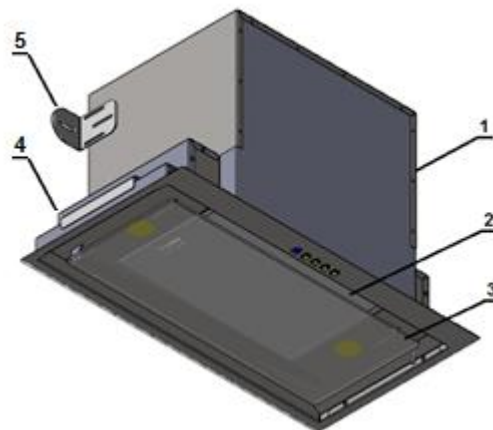
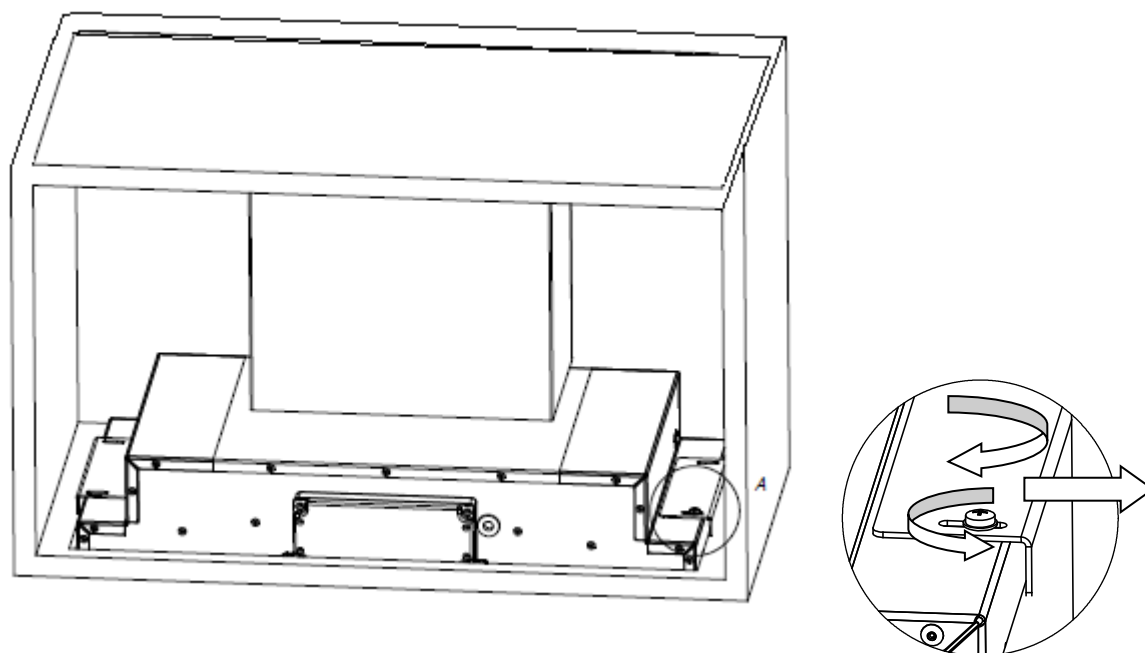

Рис. 1
Рис. 3
КОМПЛЕКТУЮЩИЕ ДЛЯ СБОРКИ (рис. 1)
4. Отвинтить 4 винта M4x10 и выдвинуть крепежные пластины (4) (рис. 1) в сторону стенок шкафов, пока не зайдут на дно шкафчика. Затем плотно затянуть болты (рис. 3).
5. Вытяжку можно прикрутить также к задней стенке шкафчика с помощью кронштейнов (5) (рис. 1), которые входят в комплект (рис. 4).